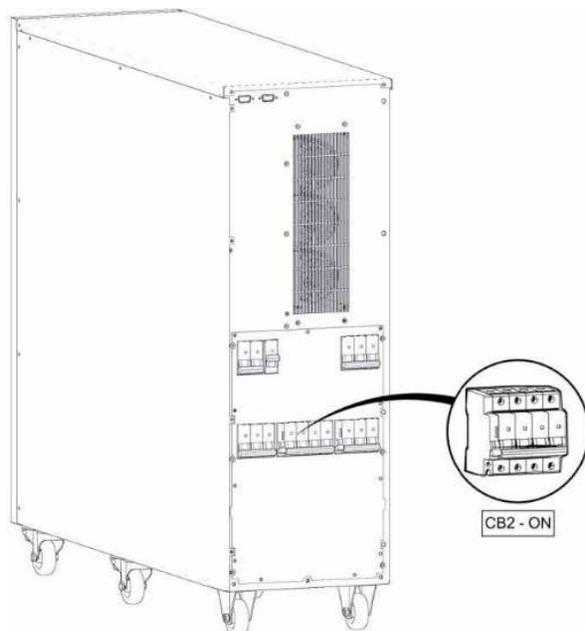

Рисунок 4.8. Положение CB2
1. Замкнуть автоматический выключатель СВ2 (см. рис. 4.8).